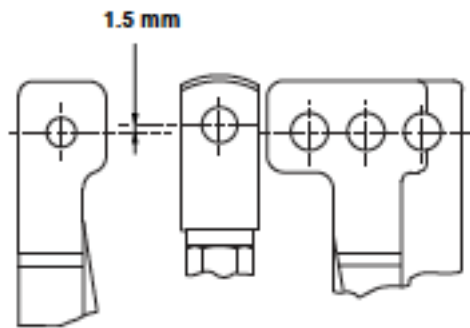

Abbildung 20 - Voreinstellung des Verschlusssteilschafts für VariPak 28002 mit einstellbarem C_v
- 1.5 mm oberhalb der Ausrichtung der Bolzenöffnungen in der Antriebsgrundplatte (108) beim VariPak Ventil 28002 mit verstellbarem Durchflusskoeffizient C_V (siehe Abbildung 20).